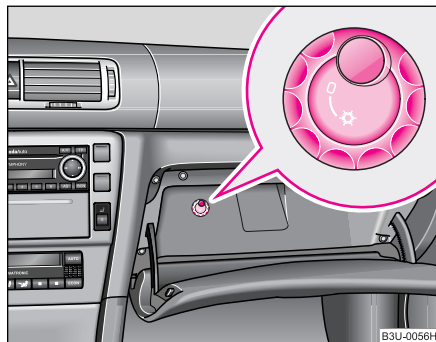

Fig. 88 Torpedoul:
- Porniți, respectiv opriți răcirea de la întrerupătorul ♥ fig. 88.